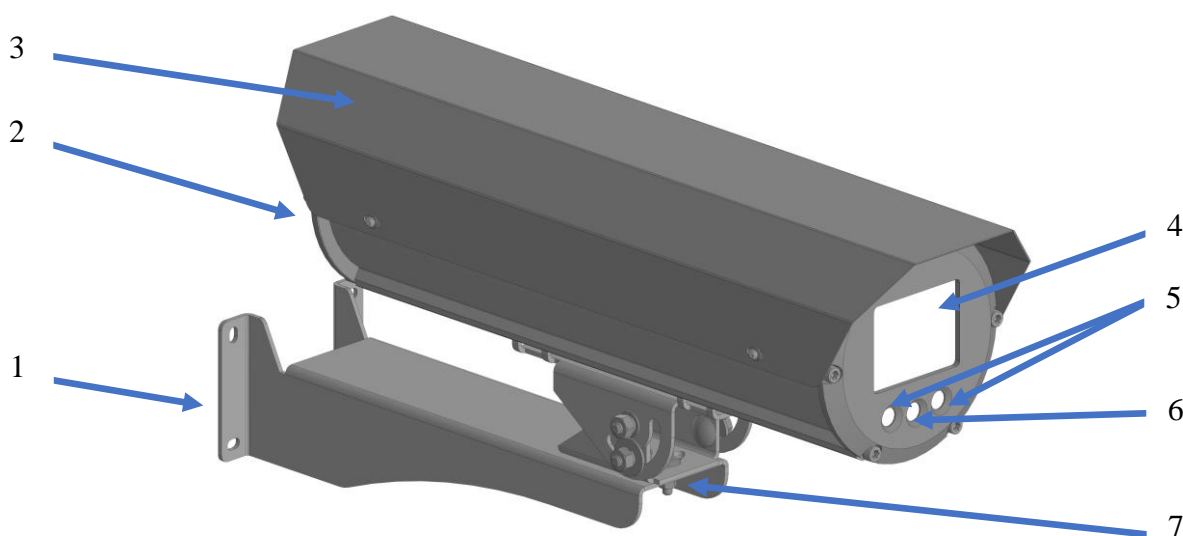

Рисунок 1 – Внешний вид видеокамеры АйТек ПРО A30-Exd
- Открутить винт крепежно-юстировочного устройства и отсоединить от видеокамеры, рис. 1;
- Установить видеокамеру на крепежно-юстировочное устройство, включить монитор, нацелить камеру на контролируемую зону и зафиксировать винтом, рис. 1.